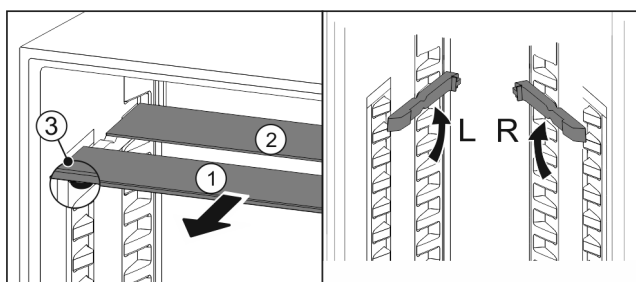

Fig. 73
- estrarre i ripiani di vetro singolarmente tirando in avanti Fig. 73 (1).
- Il piano in vetro Fig. 73 (1) con il motivo ornamentale è nella parte anteriore.
- I fermi Fig. 73 (3) sono rivolti verso il basso.